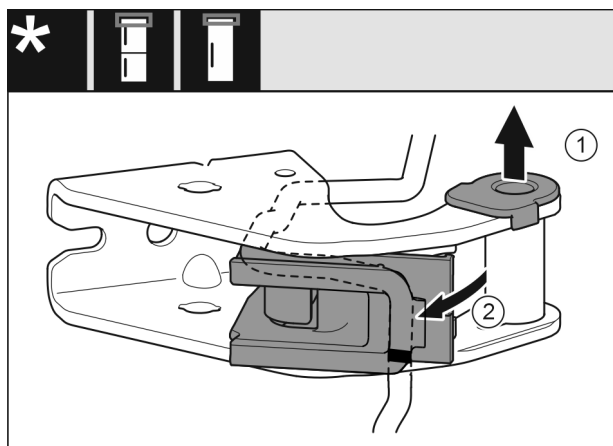

Fig. 26
- ▶ 将轴衬从导向装置拉出。 Fig. 26 (1)
- ▶ 旋出电缆支架。 Fig. 26 (2)